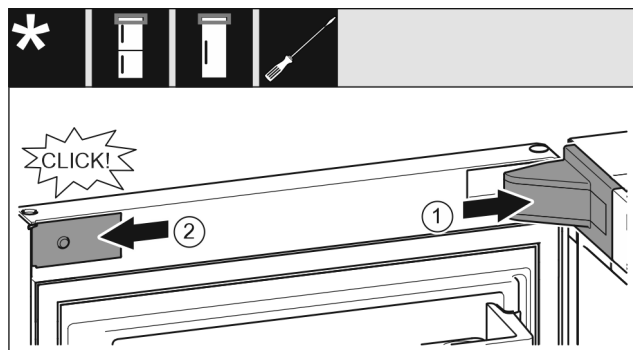

Fig. 33
- ▶ Afdekking van de lagerbus aanbrengen en vastklikken, en indien nodig, voorzichtig uit elkaar drukken. Fig. 33 (1)
- ▶ Paneel zijdelings aanbrengen en vastklikken. Fig. 33 (2)